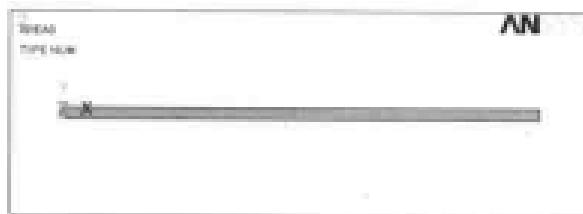

图 14-6 生成的几何模型结果显示
(5) 选择 Utility Menu | Plot | Areas 命令, ANSYS 显示窗口将显示所生成的几何模型, 如图 14-6 所示。
(6) 选择 Utility Menu | PlotCtrls | Style | Size and Shape 命令, 出现 Size and Shape 对话框